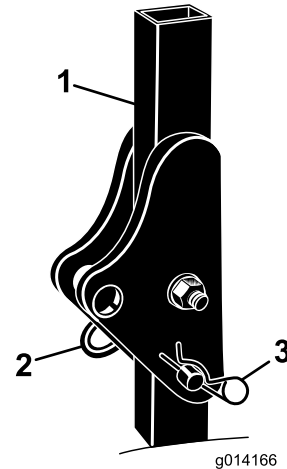

Figura 5
1. Retire las chavetas y los pasadores de la barra anti-vuelco (Figura 5).
2. Eleve la barra antivuelco a la posición vertical, instale los dos pasadores y sujételos con las chavetas (Figura 5).